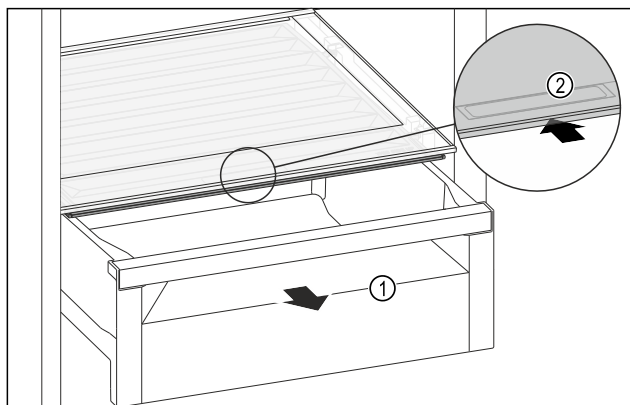

Fig. 169
- ▶ Húzza ki a fiókot Fig. 169 (1).
- ▶ Fogja meg a süllyesztett fogantyút Fig. 169 (2) a rekeszfedélen, és ezzel egy időben tolja hátra a rekeszfedelet.